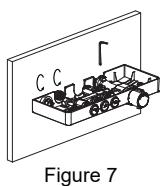

Figure 7
- f) Reconnectez le panneau de douche thermostatique au mur. Utilisez une clé pour fixer la vis en cuivre et pour connecter le connecteur d'eau chaude et le connecteur courbe (Figure 7).